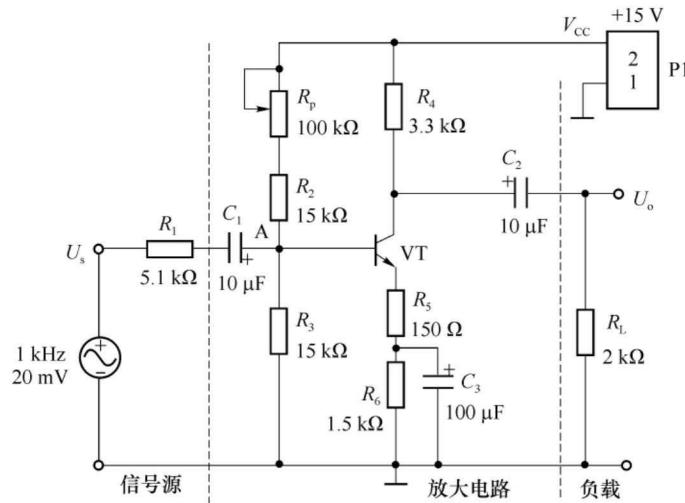

图 2-1 分压式偏置放大电路
分压式电流负反馈偏置放大电路是一种常用放大电路，利用分压式电流负反馈结构能稳定放大电路的静态工作点，电路原理图如图 2-1 所示。电路主要由三部分组成：信号源、放大电路和负载。
固定偏置电路的工作点设定后,往往受电源电压和环境温度等外界的影响而发生偏移,导致放大电路的输出波形产生饱和失真和截止失真。图 2-1 所示的分压式偏置放大电路可以在一定程度上防止这一现象的发生。该电路中 A 点通过 R_p 、 R_2 和 R_3 分压后为前置放大管 VT 提供基极电压, R_5 、 R_6 为直流电流负反馈电阻, 通过电路本身的控制作用, 稳定了静态工作点, 保证三极管始终工作在放大状态。
(1) 参照电路原理图 2-1 核对元器件, 如表 2-1 所列, 如有缺少必须补足。
(2) 外观检查。要求元器件外观完整无损, 引线无锈蚀和断脚等现象。